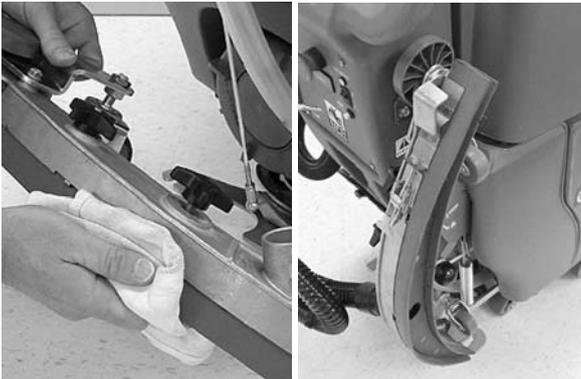

ABB. 47
7. Wischen Sie die Wischblätter ab. Heben Sie die Wischgummi-Einheit vom Boden ab oder hängen Sie sie in die Halterung, wenn die Maschine nicht verwendet wird (Abbildung 47).